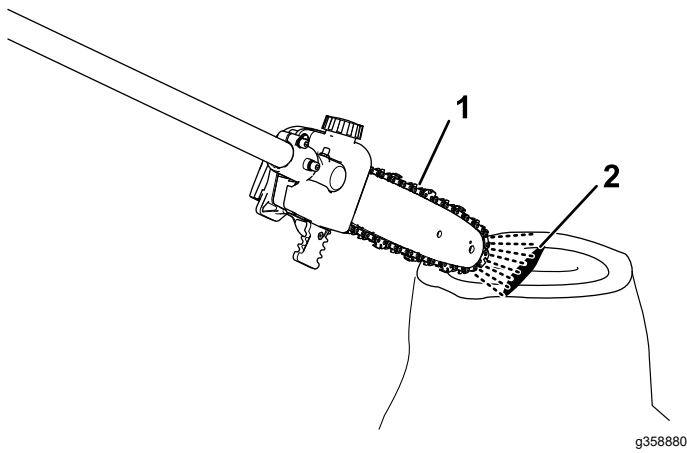

Figura 12
2. Para asegurarse de que el aceite fluye hasta la cadena, coloque la punta de la sierra de pértiga a unos centímetros de una superficie (por ejemplo, papel, cartón, un tocón) y arranque la sierra de pértiga; debe poder ver una pulverización ligera de aceite en la superficie (Figura 12).